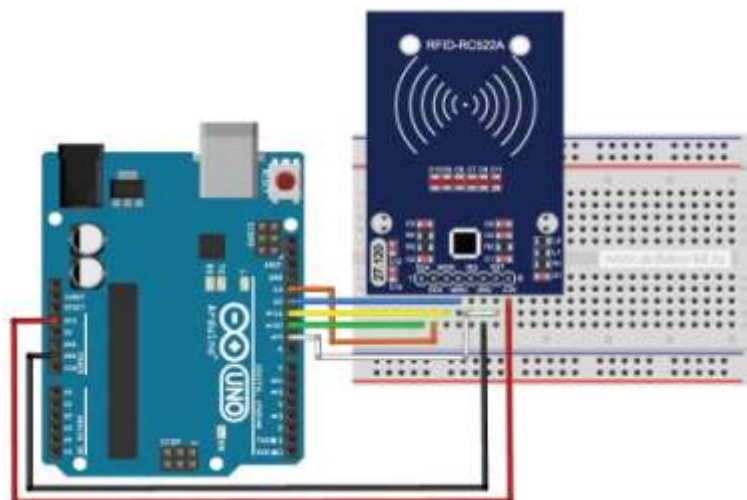

Рисунок 11
Схема подключения модуля к плате Arduino показана на рис. 11.
1. Подключаем модули RFID-считывателя RC522 к плате Arduino по схеме на рис. 11.